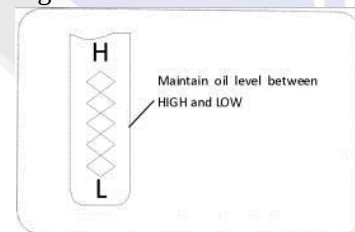

Fig. 24
11. Verificați nivelul uleiului. În cazul în care indicatorul uleiului este sub marcajul "LOW", adaugați încet ulei pentru a ajunge la nivelul "HIGH", Vezi Fig. 24